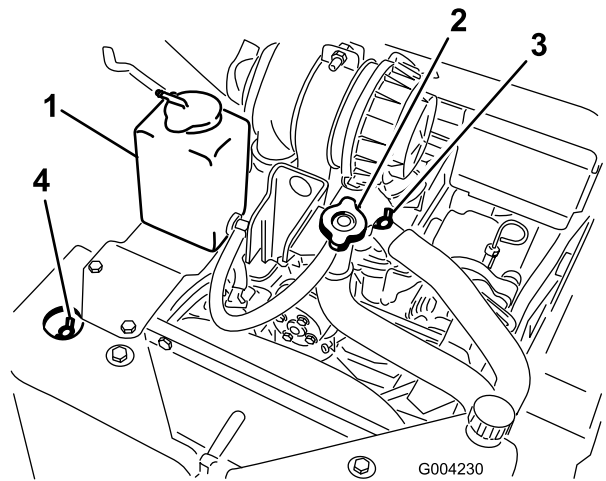

Bild 21
A. Nehmen Sie den Verschlussdeckel ab (Bild 21).
- B. Öffnen Sie das vordere und obere Entlüftungsventil für das Kühlmittel (Bild 21).
- C. Füllen Sie Kühlmittel in den Einfüllstutzen ein, bis das Kühlmittel aus dem vorderen Entlüftungsventil für das Kühlmittel tritt (Bild 21).
- D. Schließen Sie das vordere Entlüftungsventil für das Kühlmittel (Bild 21).
- E. Füllen Sie Kühlmittel in den Einfüllstutzen ein, bis das Kühlmittel aus dem oberen Entlüftungsventil für das Kühlmittel tritt (Bild 21).
- F. Schließen Sie das obere Entlüftungsventil für das Kühlmittel (Bild 21).
- G. Füllen Sie Kühlmittel in den Einfüllstutzen, bis der Kühlmittelstand am Einfüllstutzen liegt (Bild 21).
- H. Setzen Sie den Verschlussdeckel auf (Bild 21).
- I. Füllen Sie Kühlmittel in das Ausdehnungsgefäß, bis der Stand an die Voll-Linie an der Seite des Behälters liegt (Bild 21).